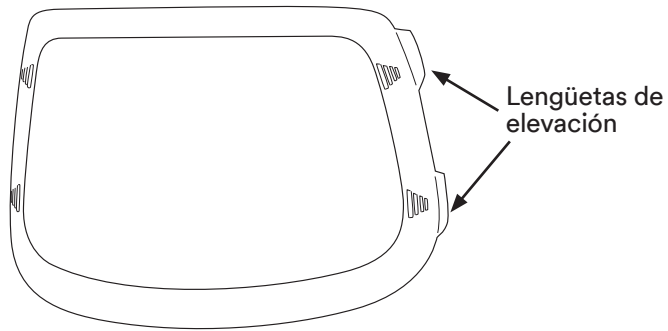

Fig. 12a
- a. Levante las pestañas a cada lado del marco para quitarlo del casco para soldar para amolado interior (Fig. 12a).